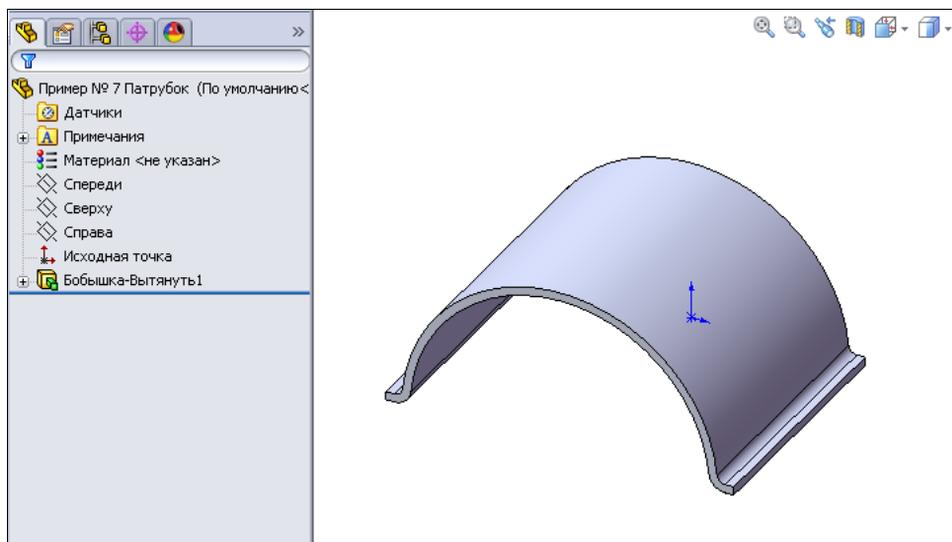

Рис. 2.76
2. Вытянем этот эскиз на 30 мм, используя команду  — **Вытянутая бобышка/основание** на панели инструментов **Элементы** (рис. 2.76).